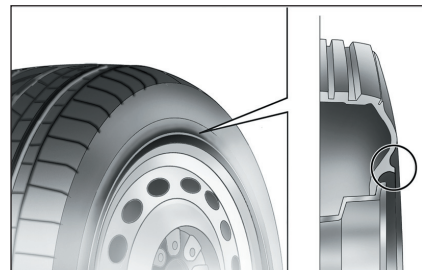

fig. 6
## PNEUS RIM PROTECTOR fig. 6
*En cas d'utilisation d'enjoliveurs intégraux fixés (au moyen d'un ressort) à la jante en tôle et de pneus non de série (après-vente) équipés de rim protector (voir fig. 6), NE PAS monter les enjoliveurs. L'utilisation de pneus et d'enjoliveurs inappropriés pourrait provoquer une baisse imprévue de pression du pneu.*